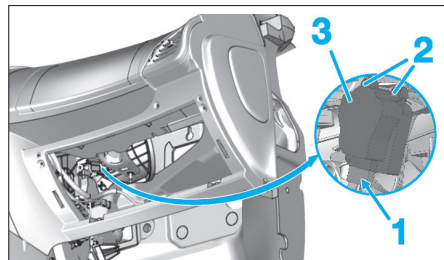

Fig. 32
- le connecteur (1) (Fig.32).
- les vis (2),
- le motoréducteur du volet de recyclage d'air (3).